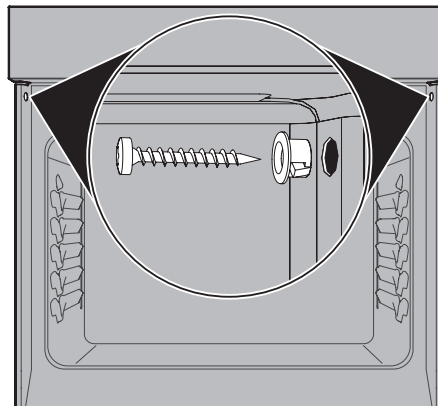

Figura 9: Tornillos de montaje
A. Los barrenos en las molduras laterales pueden ser usadas como guía para localizar los tornillos de montaje de la unidad (Figura 9).